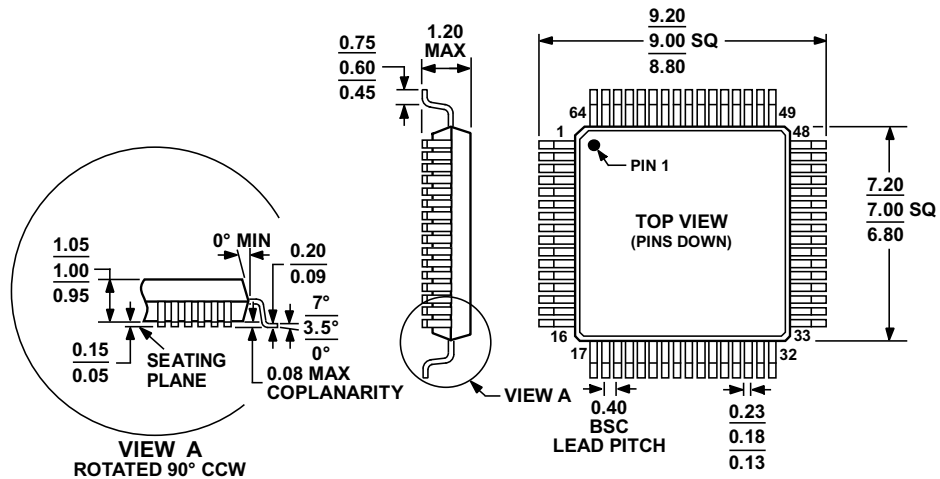

图61. 信号走线安排
- 使用宽走线，以使电感最小并降低噪声影响。建议走线宽度和间距至少为10 mil，如图61所示。